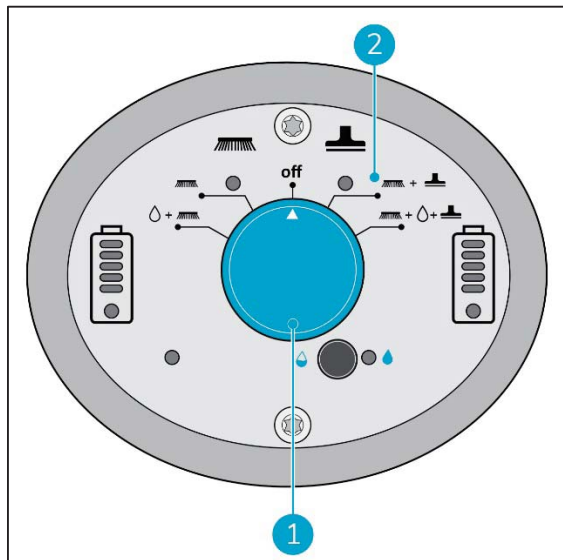

Figure 21
1. Utilisez l'interrupteur principal de l'i-mop XXL Plus (Figure 21, pos 1) et sélectionnez le MODE 3 Brosse + Aspiration à sec (Figure 21, pos 2).